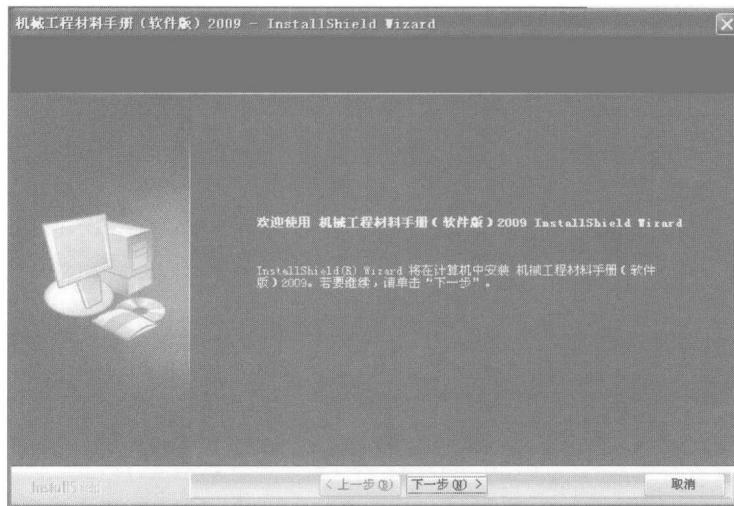

图 1-2 欢迎界面
- (1) 在 CD-ROM 驱动器中放入《机械工程材料手册（软件版）2009》安装光盘。
- (2) 如果系统没有自动运行安装程序，双击安装盘中的安装程序“Setup.exe”，用户首先看到的是欢迎界面，如图 1-2 所示。